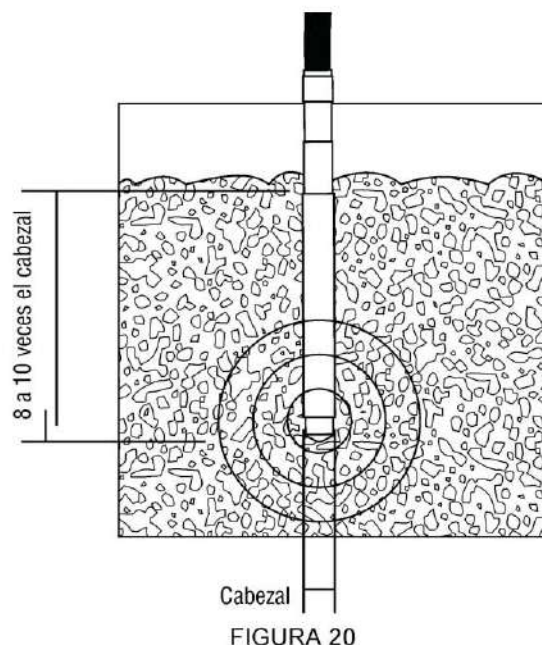

FIGURA 20
- El vibrador de concreto desciende durante la vibración dentro del concreto por su propio peso haciendo penetraciones verticales a una profundidad de 8 a 10 veces el diámetro de su cabezal vibratorio. Figura 20.